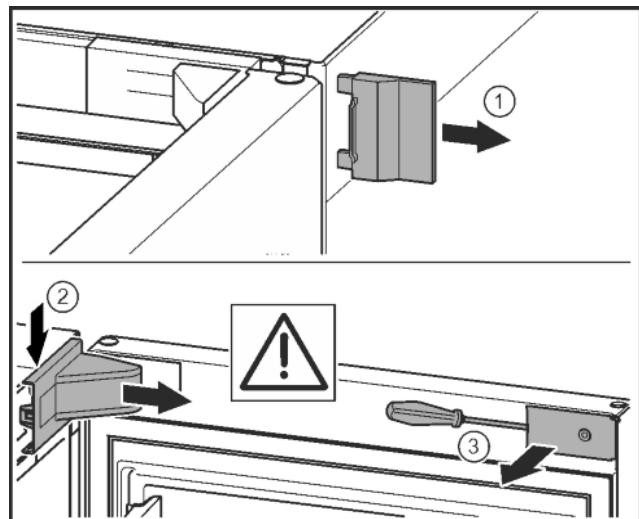

Fig. 7
- ▶ Зніміть зовнішню кришку. Fig. 7(1)
- ▶ Звільніть і ослабте кришку опорного кронштейна. Зніміть кришку опорного кронштейна. Fig. 7(2)
- ▶ За допомогою шліцевої викрутки звільніть від фіксатора та поверніть убік накладку. Fig. 7(3)